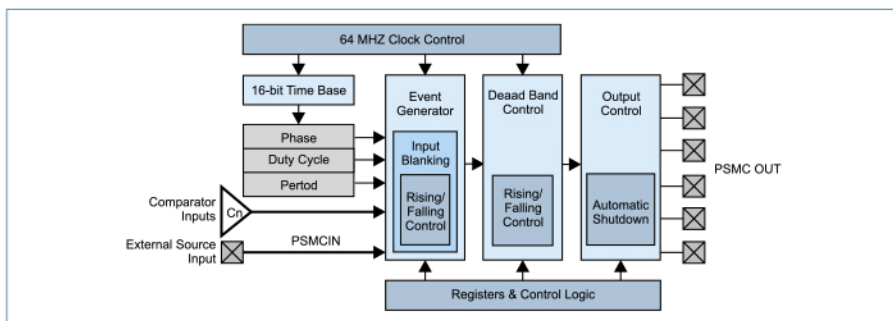

Рис. 14. Программируемый импульсный контроллер
**Программируемый импульсный контроллер (PSMC — Programmable Switch Mode Controller) — специализированный ШИМ для импульсных источников питания, управления двигателями и освещением (рис. 14).**